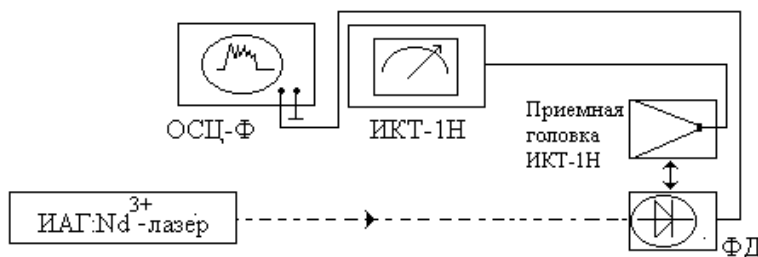

Рис.4. Схема наблюдения формы лазерных импульсов излучения и измерения энергии лазерного излучения прибором ИКТ-1Н.
3. Контроль юстировки зеркала З1 ведется по положению **отраженного** от него юстировочного луча на диафрагме Д (точка А на рис.4). Этот луч должен быть совмещен с отверстием диафрагмы юстировкой по углу (вертикально и горизонтально) положения зеркала, используя юстировочные винты зеркалодержателя.
1. Для наблюдения формы лазерного импульса собрать систему регистрации по схеме рис.4, состоящую из фотодиода и осциллографа. Фотодиод устанавливается с помощью юстировочного лазера.